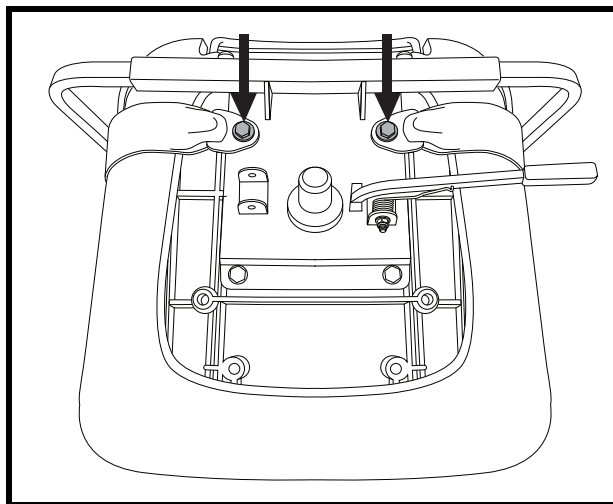

Abb. 21. Befestigungsschrauben des Rückhaltetur
Ihr Elektromobil ist mit einem KFZ-typischen Rückhaltetur ausgestattet, der dem Benutzer angepaßt werden kann. **Siehe Abb. 21.** Der Rückhaltetur wurde konzipiert, um ein Auf- oder Abwärtsrutschen des Fahrers zu verhindern. Der Rückhaltetur ist nicht als Rückhaltesystem entwickelt worden.
2. Sitz umdrehen, um die Unterseite einzusehen. **Siehe Abb. 21.**